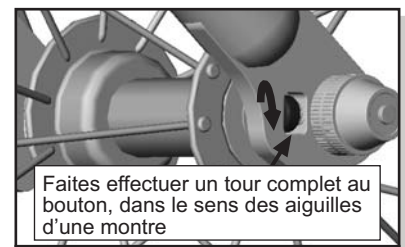

Fig. 5 Bouton Droit de Réglage
- b. Faites effectuer un tour complet au bouton droit, dans le sens des aiguilles d'une montre, tel que cela est illustré en fig. 5. Vous pousserez ainsi le côté droit de la roue vers l'avant. Resserrez le dégagement rapide.
- b. Faites effectuer un tour complet au bouton gauche, dans le sens des aiguilles d'une montre, tel que cela est illustré en fig. 5. Vous pousserez ainsi le côté gauche de la roue vers l'avant. Resserrez le dégagement rapide.